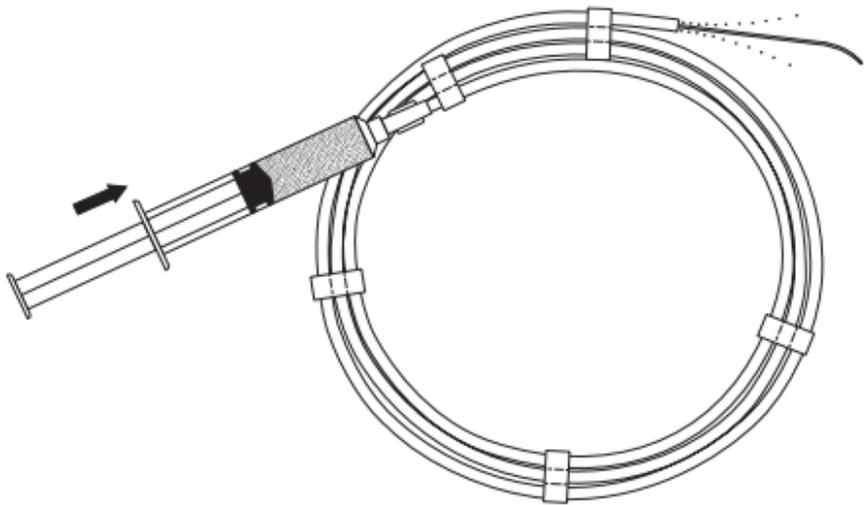

図1
2. ガイドワイヤーの表面全体が湿るよう、十分な量の液を注入します。**(図1)**こうしてAQコーティングを活性化すると、ガイドワイヤーの表面が非常に潤滑になります。